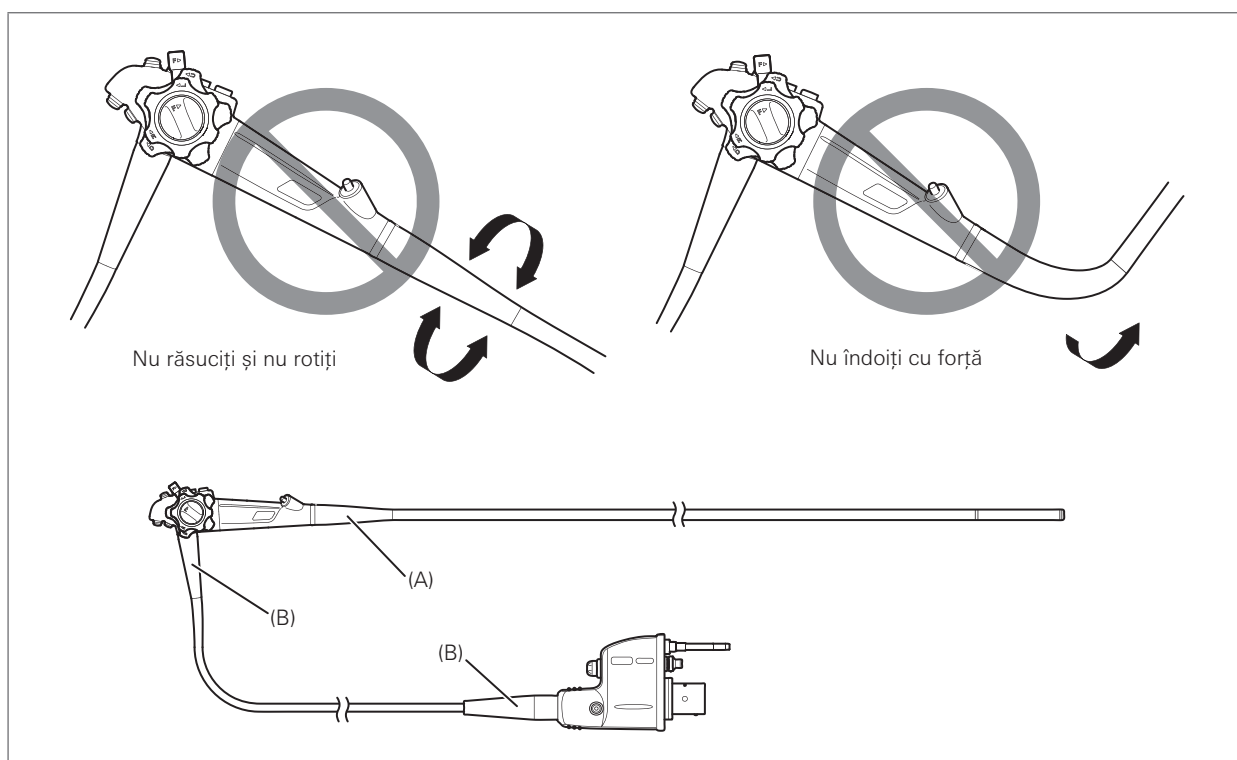

Figura 3.2
- NU răsuciți, rotiți sau îndoiți excesiv niciunul dintre elementele de detensionare de pe endoscop [consultați Figura 3.2 (A) și 3.2 (B) pentru a identifica elementele de detensionare]. Nerespectarea acestei prevederi poate conduce la deteriorarea instrumentului. Acordați o atenție deosebită elementului de detensionare al porțiunii de inserție [Consultați Figura 3.2 (A)] al endoscopului deoarece are un diametru mic și se poate deteriora ușor în caz de manipulare greșită.